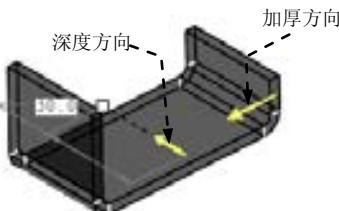

图 11.2.4 深度方向和加厚方向
(1) 选取深度类型并输入其深度值。在操控板中，选取深度类型  (即“定值拉伸”), 再在深度文本框 [216.5] 中输入深度值 30.0，并按 Enter 键。
(2) 选择加厚方向 (钣金材料侧) 并输入其厚度值。接受图 11.2.4 中的箭头方向为钣金加厚的方向。在薄壁特征类型按钮  后面的文本框中输入钣金壁的厚度值 3.0，然后按 Enter 键。